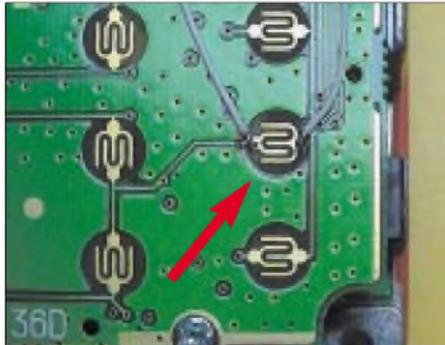

Bild 2: Lötverbindungen an der Call-Taste im Detail
6. Verbinden Sie die beiden Kontakte des Multi-Knopfes links unten mittels Wire-Wrap-Draht mit den nun freien Tastenkontakten. Ganz wenig Lötzinn verwenden! Bild 2 läßt die Lötungen an den Tastenkontakten erkennen, und Bild 3 zeigt den Multi-Knopf.